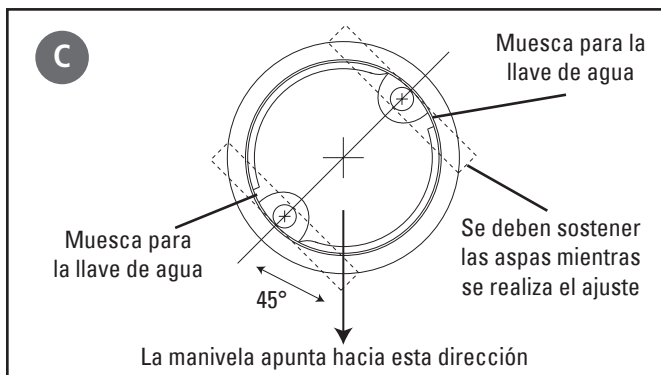

Figura 5
- C) Mire hacia abajo a través de la base para realizar este paso. Antes de ajustar los tornillos, determine la rotación correcta de la base. La posición final de la manivela será de 45 grados de diferencia respecto a la cabeza del tornillo. Use la figura 5 para determinar la mejor posición para su instalación. A través del orificio en la base, mantenga el fiador en posición mientras ajusta el tornillo. El fiador con resorte tocará la parte inferior de la encimera y mantendrá su posición. No ajuste totalmente. Repita para el segundo tornillo de fiador. Revise la posición final de la base y los tornillos de fiador. Ajuste los dos tornillos equitativamente. **NO AJUSTE EXCESIVAMENTE.** Ajuste solo lo suficiente para prevenir que la base gire cuando se gira la llave de agua en su lugar.